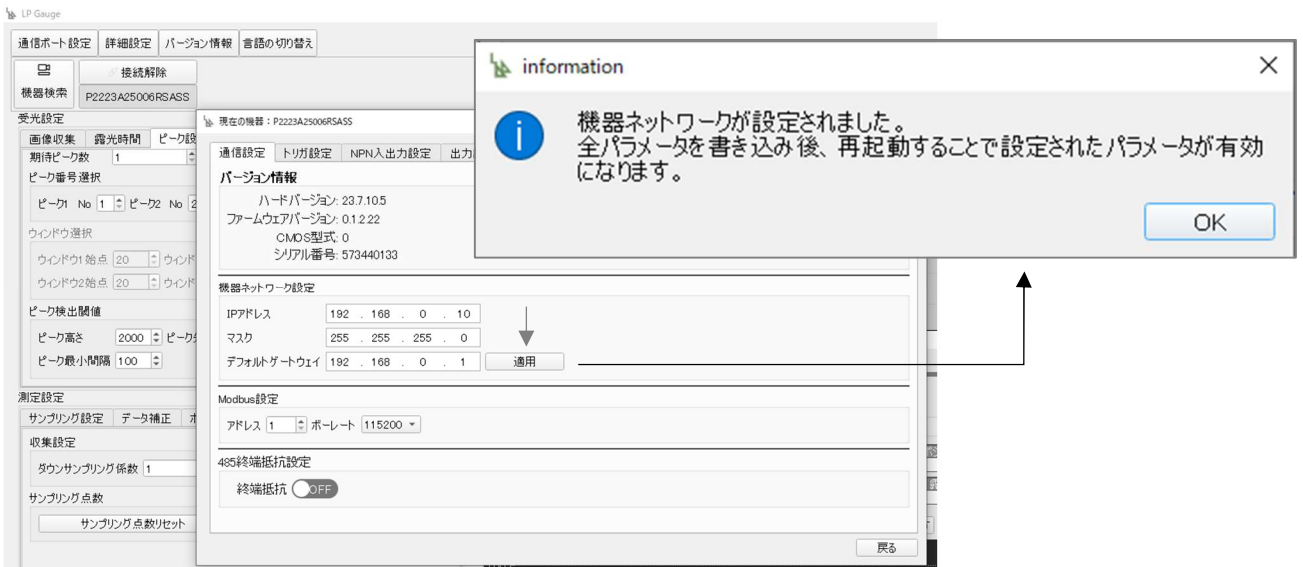

Fig. 44 「通信設定」の画面（中央）と「適用」クリック後のポップ画面
2. 接続に成功したら、「詳細設定」をクリックして通信設定の画面をポップアップさせます (Fig. 44 の枠内)。「機器ネットワーク設定」既存の IP アドレスを任意の IP アドレスに変更し、「適用」をクリックすることで、本製品への設定変更の準備がなされます。